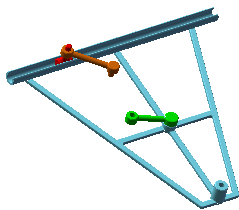
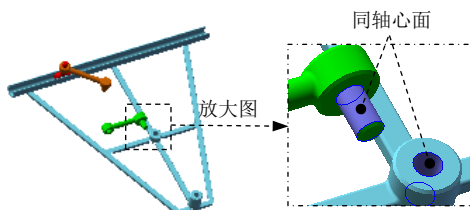
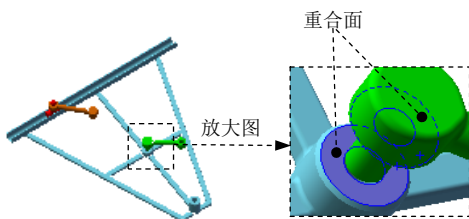

图9.10.8 添加曲柄零件
图 9.10.9 选取同轴心面
图 9.10.10 选取重合面
Step5. 添加图 9.10.8 所示的曲柄并定位。选择下拉菜单 **插入(I)** → **零部件(Q)** → **现有零件/装配体(E)...** 命令，系统弹出“插入零部件”对话框，单击“插入零部件”对话框中的 **浏览(B)...** 按钮，在弹出的“打开”对话框中选取 crank.SLDPRT，单击 **打开(O)** 按钮，将零件放置于合适的位置；选择下拉菜单 **插入(I)** → **配合(M)...** 命令，系统弹出“配合”对话框，单击 **标准配合(A)** 区域中的 **同轴心面** 按钮，选取图 9.10.9 所示的两个面为同轴心面，在“配合”对话框中单击“配合对齐”的“同向对齐”按钮 **同向对齐**，单击对话框中的 **✓** 按钮，单击 **标准配合(A)** 区域中的 **重合面** 按钮，选取图 9.10.10 所示的两个面为重合面，单击快捷工具条中的 **✓** 按钮，单击“配合”对话框中的 **✓** 按钮，完成零件的定位。